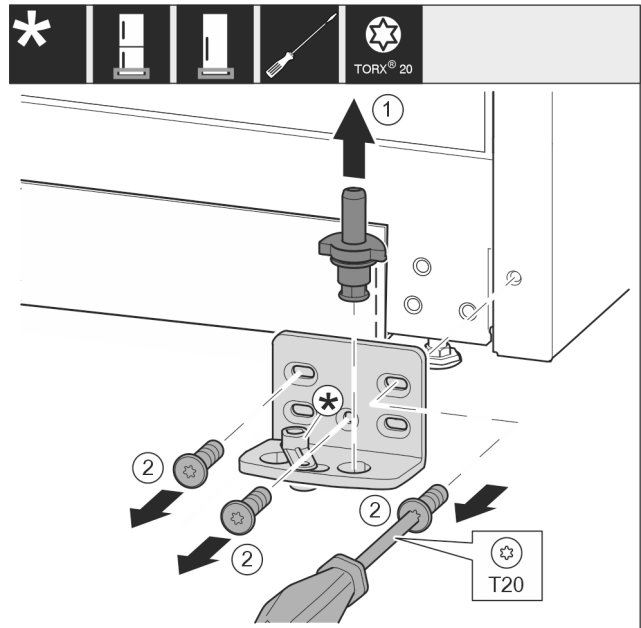

Fig. 13
- ▶ Повністю витягніть опорний гвинт Fig. 13 (1) рухом вгору.
- ▶ Викрутіть гвинти Fig. 13 (2) за допомогою викрутки та зніміть опорний кронштейн.